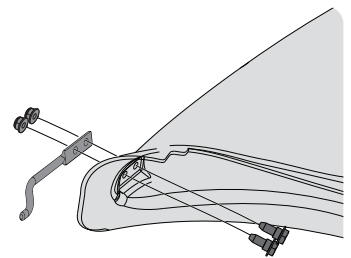

Figure 15
1. De l'intérieur, insérez les deux vis à tête hexagonale (738-1225), à emballage de quincaillerie pour botte d'ensacheuse 689-02199, dans les trous situés dans la partie inférieure avant du coffre. Voir la Figure 15.
2. Mettez la tige de montage (747-06309) en place sur les vis à tête hexagonale. Assurez-vous que le bout de la tige est tourné vers l'extérieur du coffre. Voir la Figure 15.
3. Commencez à visser les écrous de blocage de la bride (712-04064) sur les vis à tête hexagonale. Voir la Figure 15.